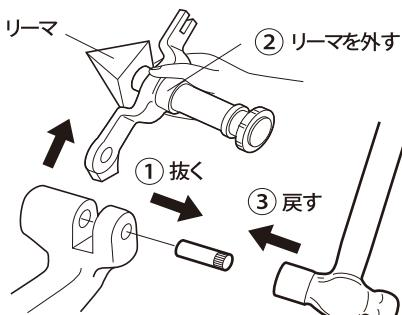

図7
- リーマが倒れないように手でリーマを支えながら残り半分のピンを抜くとリーマが外れます。(図7)
- 抜いたピンを元通りに打込みます。(図7)